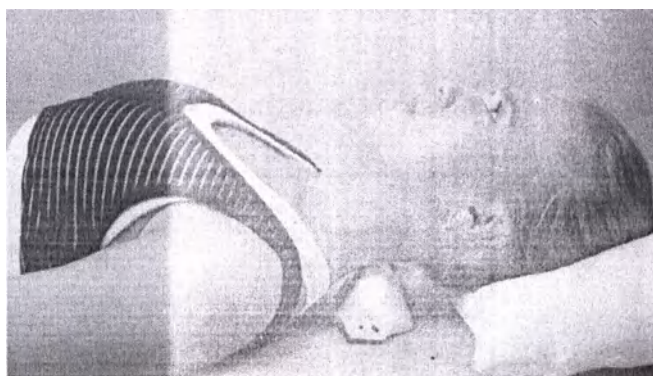

Рис. 6
1. Устройство устанавливается поперечно выступами грани "С" под верхнюю область шейного отдела (место прикрепления мышц к затылочной кости). Шейные позвонки должны быть расположены между выступами грани "С" (Рис.6). Устройство можно при этом удерживать двумя руками. Локти должны быть полностью разведены в стороны. При спокойном дыхании постепенно расслабляйте мышцы шеи и плечевого пояса, одновременно надавливая на выступы устройства собственным весом головы и шеи до снижения болезненности от надавливания. Примерно 2-3 минуты.